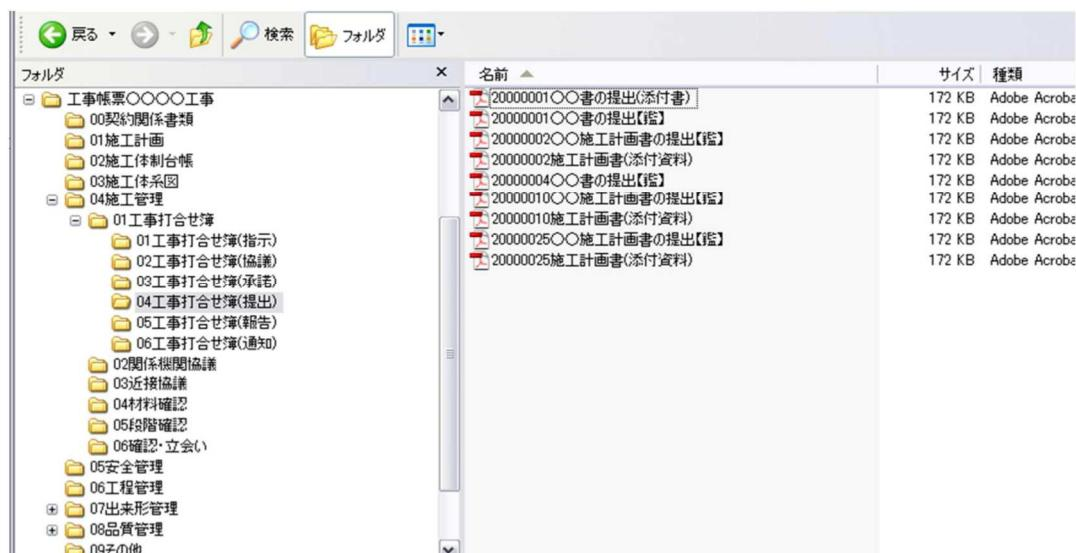

図3 検査時のパソコン画面初期表示
- ・検査時のパソコンの初期画面として、検査対象のフォルダ・ファイルをWindowsのエクスプローラ機能等でツリー表示させてください。(図3参照)